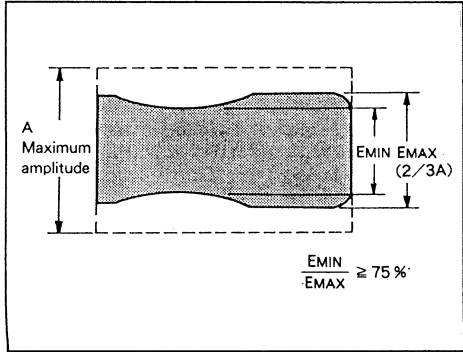

Abb. 2.40
- 3) Vergewissern Sie sich, daß der Minimalwert (EMIN) der Amplitude 75 % oder mehr des Maximalwertes (EMAX) beträgt (siehe Abb. 2.40).